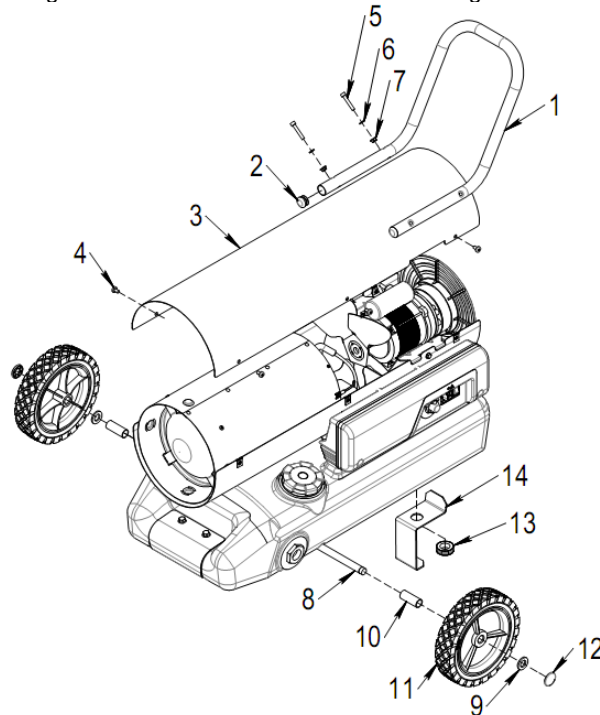

Abb. 1
Um das Gerät zu montieren, wie folgt vorgehen (siehe Abb. 1): Die Verschlüsse (2) an den Enden der Griffe (1) befestigen. Das obere Gehäuse (3) abnehmen, indem die sechs Befestigungsschrauben (4) gelöst werden. Den Griff (1) mit dem oberen Gehäuse verbinden und dazu die Schrauben (5), die Unterlegscheiben (6) und die Muttern (7) verwenden. Das obere Gehäuse wieder anbringen.